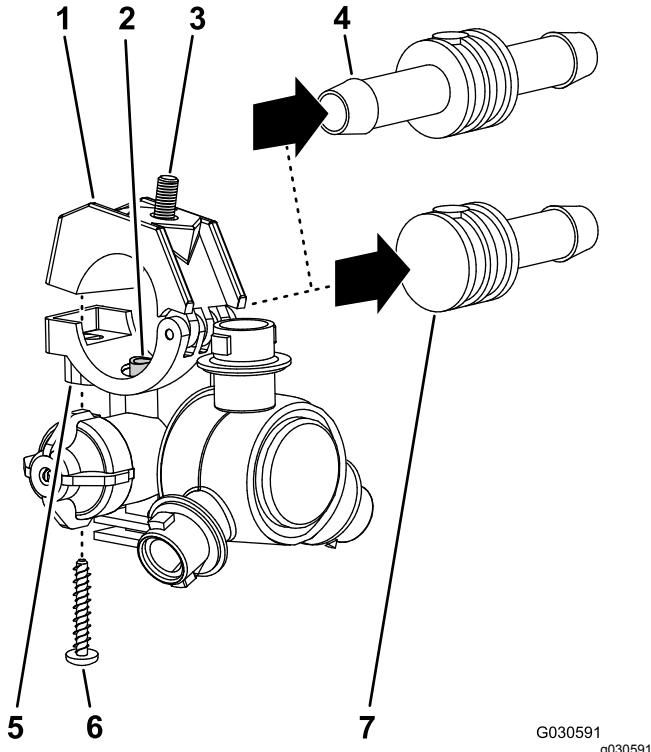

Figura 48
2. Rimuovete la vite in acciaio inox (n. 12 x $1\frac{1}{4}''$) che fissa la metà superiore della fascetta e il portagomma dentellato singolo o doppio ($\frac{3}{4}''$) al corpo dell'ugello dell'irroratrice e separate il portagomma dentellato e il flessibile dall'ugello (Figura 48).